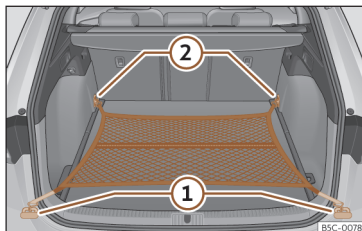

Fig. 128 En el maletero: bolsa de red enganchada a ras del suelo.
- Fije los ganchos de la red en las argollas de amarre (1) y (2)»»» fig. 128 »»» ⚠. La cremallera de la bolsa tiene que quedar hacia arriba.